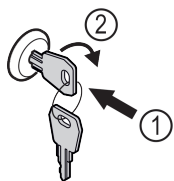

Fig. 102 Voorbeeld
- Sleutel erin duwen Fig. 102 (1).
- Sleutel 90° rechtsom draaien Fig. 102 (2).